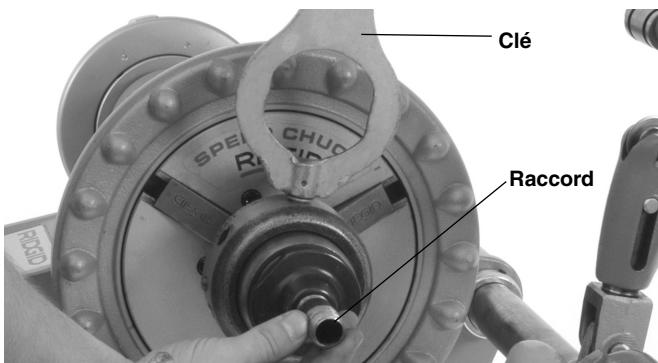

Figure 4 – Retrait du raccord
- Introduisez la broche de la clé dans l'un des orifices du bâti du mandrin à raccords. Tournez la clé pour libérer le raccord fileté et le dévisser de l'adaptateur (*Figure 4*). Retirez la clé.